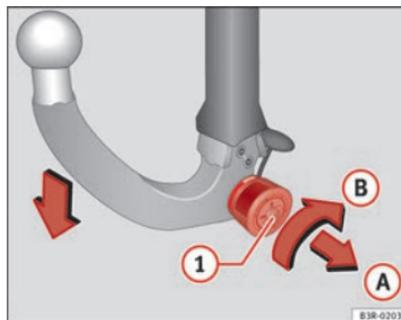

Fig. 159 Dispositivo de reboque desmontável: Desmontar a rótula
- Introduza a chave na fechadura (1) ⇒ Fig. 159 da roda recartilhada. ▶